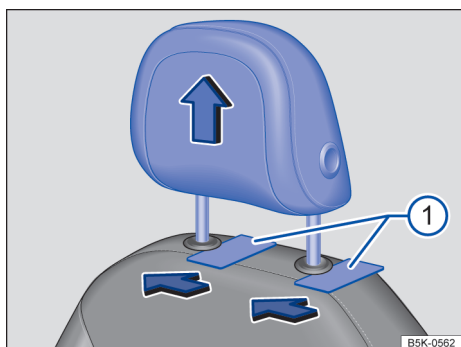

Fig. 78 Apoio para cabeça dianteiro: desinstalar.
- Para destravar, empurrar um objeto plano, por exemplo, um cartão de plástico entre o revestimento do encosto do banco e as capas de cobertura das barras guia do apoio para cabeça → Fig. 78 1, enquanto uma segunda pessoa remove totalmente o apoio para cabeça.